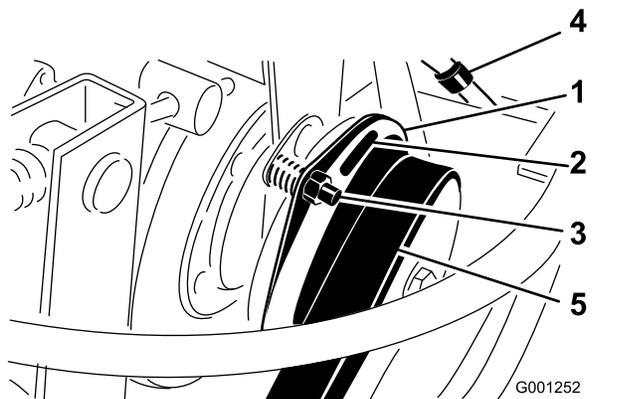

Рисунок 76
3. Отрегулируйте воздушный зазор так, чтобы толщиномер на 0,4 мм мог проходить между накладкой муфты и фрикционной пластиной с легким усилием (Рисунок 76).
Примечание: Этот зазор можно уменьшить, поворачивая регулировочную гайку по часовой стрелке (Рисунок 76). Максимальный рабочий зазор составляет 0,7 мм. Отрегулируйте все 3 воздушных зазора.